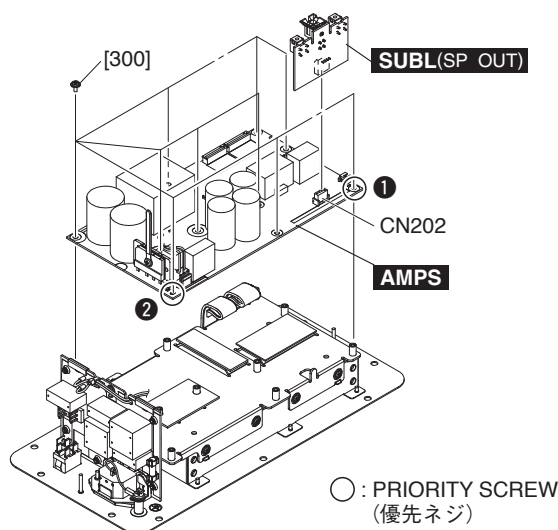

Fig. C-3 (図C-3)
C-3-2 Remove the SUBL (SP OUT) circuit board by pulling it from the connector CN202 of the AMPS circuit board. (Fig. C-3)
C-4-3 Remove the ten (10) screws marked [300]. The AMPS circuit board can then be removed. (Fig. C-3)
* **When installing the AMPS circuit board, first tighten the two (2) priority screws in order as shown in Fig. C-3.**
C-3-2 SUBL (SP OUT) シートをAMPSシートのCN202のコネクタから引き抜いて外します。(図C-3)
C-4-3 [300]のネジ10本を外して、AMPSシートを外します。(図C-3)
※ AMPSシートを取り付け時には、優先ネジ2本を図に示す順番で先に締めてください。(図C-3)